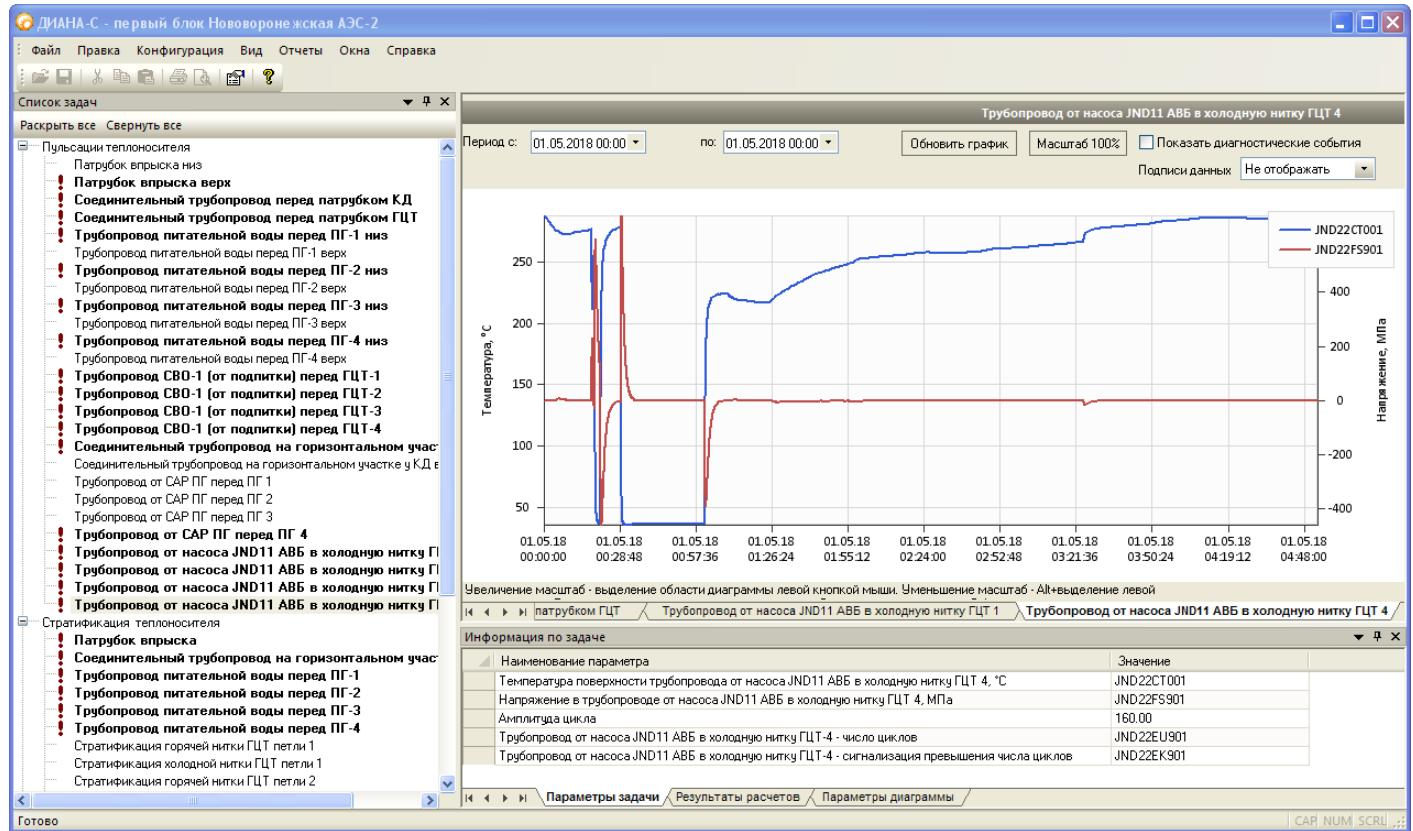

Рисунок 3.1 Главное окно ПО «ДИАНА\_С»
3.1.2 Меню программы состоит из нескольких разделов, каждый из которых содержит различное количество отдельных пунктов. Панель инструментов, расположенная в верхней части Главного окна (рис. 3.1), содержит кнопки, с помощью которых осуществляется быстрый доступ ко многим режимам и функциям программы. Каждая кнопка соответствует одному из пунктов Меню, однако, не все пункты продублированы кнопками Панели Инструментов. На рисунке 3.2 представлена «Панель Инструментов» сервисного ПО «ДИАНА\_C».